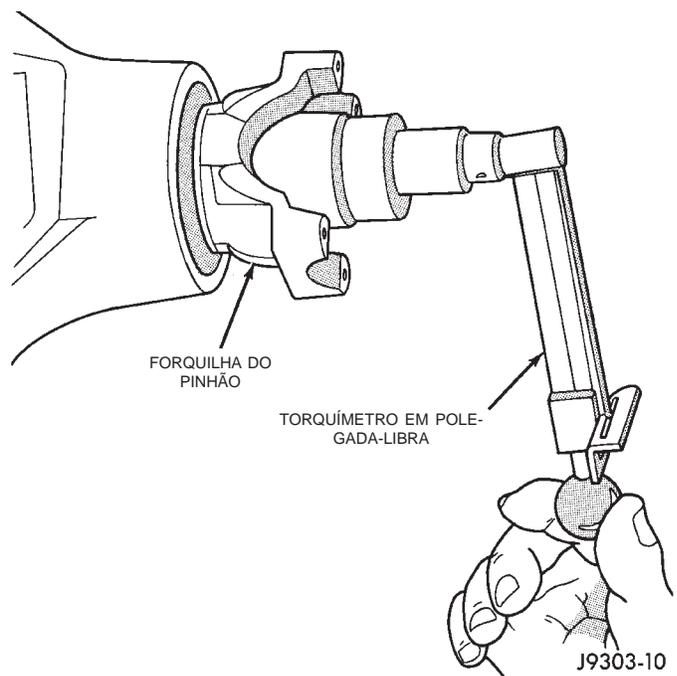

Fig. 15 Verificação do Torque de Giro da Engrenagem do Pinhão
(11) Aperte devagar a porca com incrementos de 6,8 N·m (5 pés-lb), até que o torque de giro seja atingido. Meça freqüentemente o torque de giro, para evitar apertar demais o espaçador flexível (Fig. 15).
(12) Verifique o torque de giro com um torquímetro de polegada-libra (Fig. 15). O torque necessário para girar a engrenagem do pinhão deve ter: